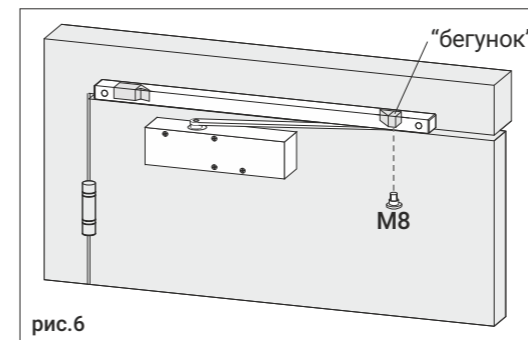

рис.6
4. Надавывая на скользящую тягу, соедините ее с "бегунком" в штанге винтом M8, рис.6. Таким образом обеспечивается преднатяг при установке.